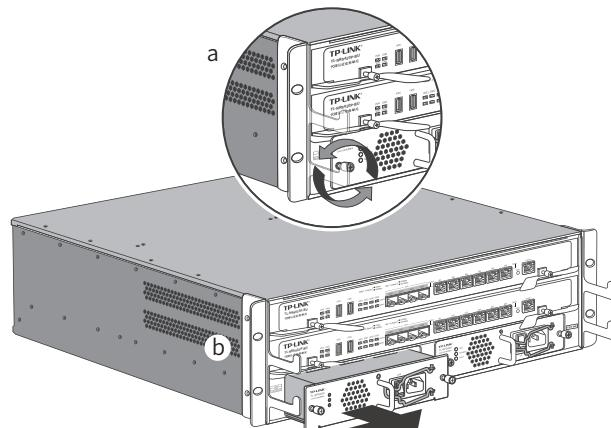

图4-3 拆卸电源模块示意图
- 拆卸电源模块。拧松电源模块上两侧的松不脱螺钉，将电源模块沿着插槽的导轨轻轻拉出，直到完全脱离插槽为止。如图4-3所示。